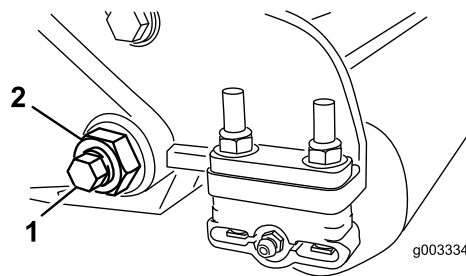
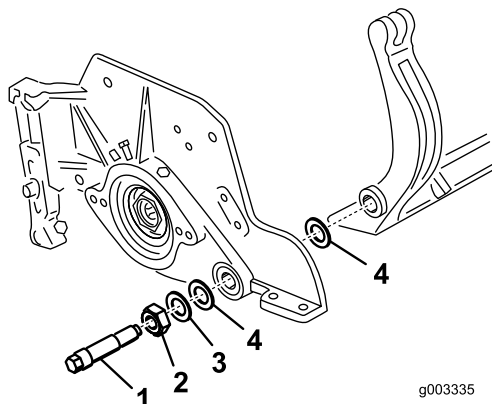

Figure 31
Figure 32
3. De chaque côté de la machine, desserrez le contre-écrou de fixation du boulon de la barre d'appui (Figure 31).
4. Retirez les boulons de la barre d'appui afin de pouvoir abaisser la barre et la déposer du boulon de la machine (Figure 31). Mettez de côté 2 rondelles en nylon et 1 rondelle en acier estampé à chaque extrémité de la barre d'appui (Figure 32).
4. Placez une rondelle en acier à l'extérieur de chaque rondelle en nylon (Figure 32).
Les rondelles peuvent présenter un espace à l'intérieur (Figure 32).